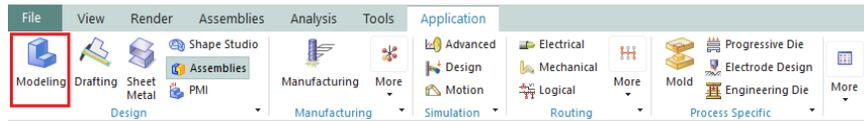

Figura 3.3 Pestaña Application.
- Dado que se abrió un archivo que no es nativo de NX10, el software no determina una aplicación específica, por lo que en la **ribbon bar** seleccionar **Modeling** (Figura 3.3).